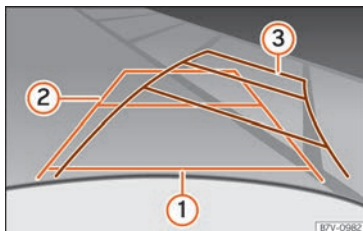

Fig. 255 Display: linee di orientamento dello spazio per parcheggiare dietro al veicolo.
Significato delle linee di orientamento proiettate sul display » **fig. 255**. Tutte le lunghezze delle linee di orientamento prendono come riferimento un veicolo posto su una superficie orizzontale.
- Indietreggiare lentamente e girare il volante in modo che le linee gialle di orientamento conducano fino allo spazio » **fig. 255 ③**.